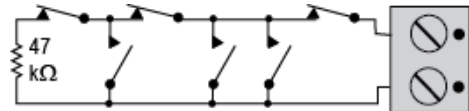

Figure 4. Terminaison Exemple de Câblage
2.2 Câblage d'entrée auxiliaire (Fig. 4)
- Pour la surveillance de terminaison: les capteurs à contacts normalement fermés peuvent être utilisés comme illustré à la Figure 4. Une résistance de terminaison 47 k (doit être connecté à l'extrémité de la boucle de zone).